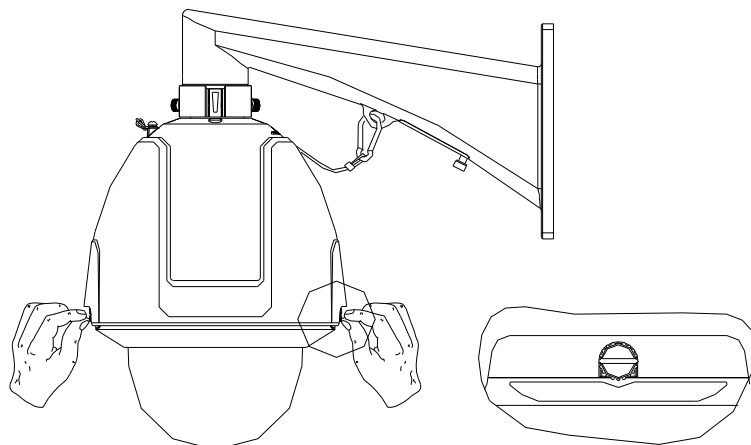

Figura 1.2.12 Installazione della cupola
11. Installare la cupola e fissarla con le viti al back box, come mostrato in Figura 1.2.12.